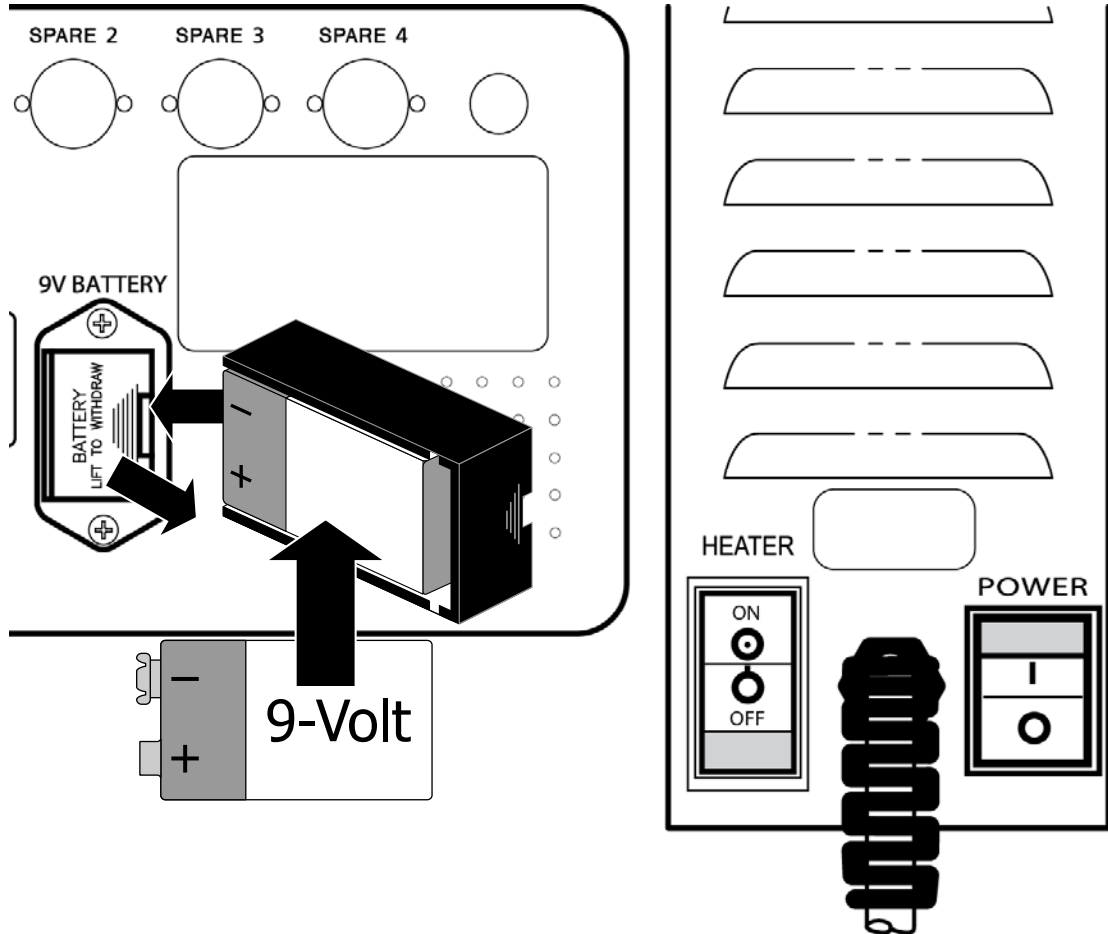

Figura 101 – Sustitución de la batería de 9 voltios
- Coloque una nueva batería en el cartucho y reinsértela en la máquina como se muestra en la Figura 101. El lado negativo de la batería de 9 voltios deberá estar arriba.
- Encienda la máquina y accione el interruptor principal en la parte posterior (vea el lado derecho de la Figura 101), para apagar la máquina. Preste atención a la alarma de No Encendido y si la alarma no suena, repita los pasos 1-4.